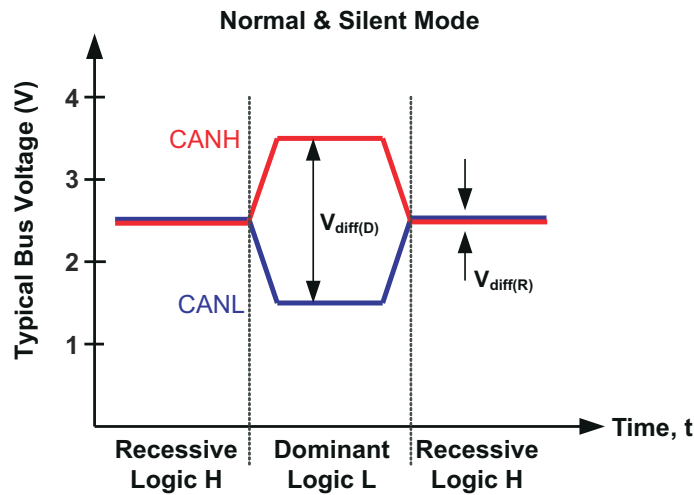
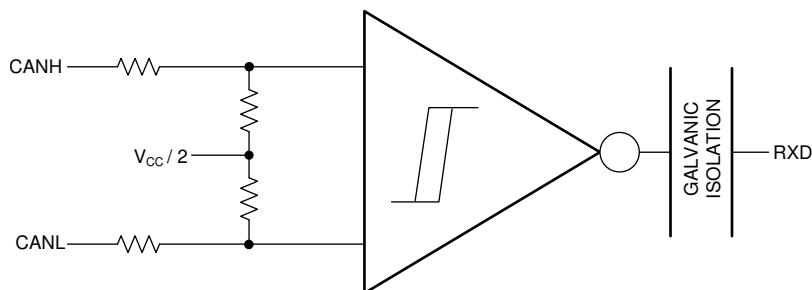

図 8-1. バスの状態 (物理的ビット表現)
図 8-2. リセッピ同相バイアスとレシーバの概略図
CAN バスには、動作中に「ドミナント」と「リセッシブ」の 2 つの状態があります。ロジック Low に相当するドミナント・バス状態は、ドライバによってバスが差動駆動される場合です。リセッシブ・バス状態は、バスがレシーバの高抵抗の内部入力抵抗を介して $V_{CC}/2$ のコモン・モードにバイアスされる場合であり、ロジック High に相当します。CAN ノードのホスト・マイクロプロセッサは、TXD ピンを使用してバスを駆動し、RXD ピンでバスからデータを受信します。図 8-1 および 図 8-2 を参照してください。
(1) H = High レベル、L = Low レベル、Z = $V_{CC}/2$ への同相 (リセッピブ) バイアス。バスの状態と同相バイアスの情報については、図 8-1 および 図 8-2 を参照してください。